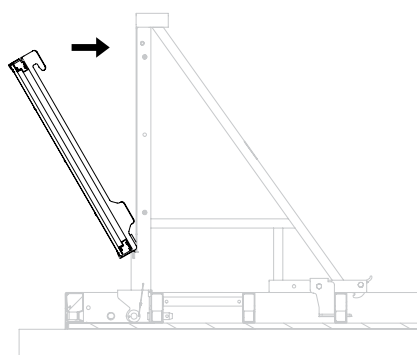

Fig. A4.04
2. Pousser le platelage MXK (2) vers la console MXK. (Fig. A4.04)